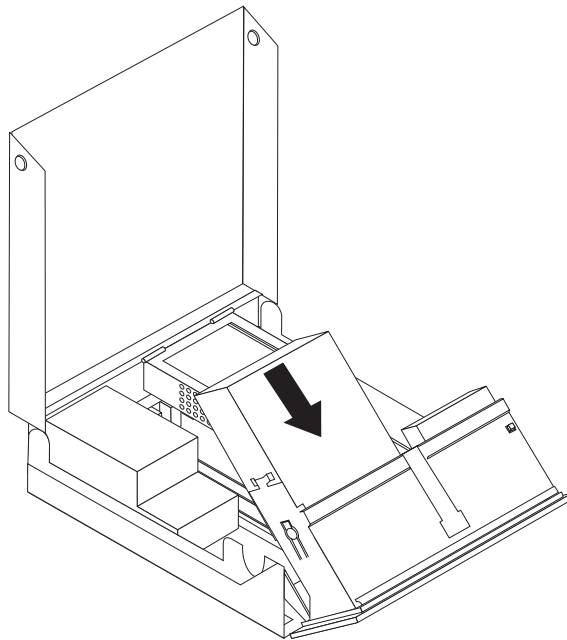

図 10. 光学式ドライブのロックング
5. ベイの中へドライブ **3** を、所定の位置にロックされるまで押し込みます。図 10を参照してください。